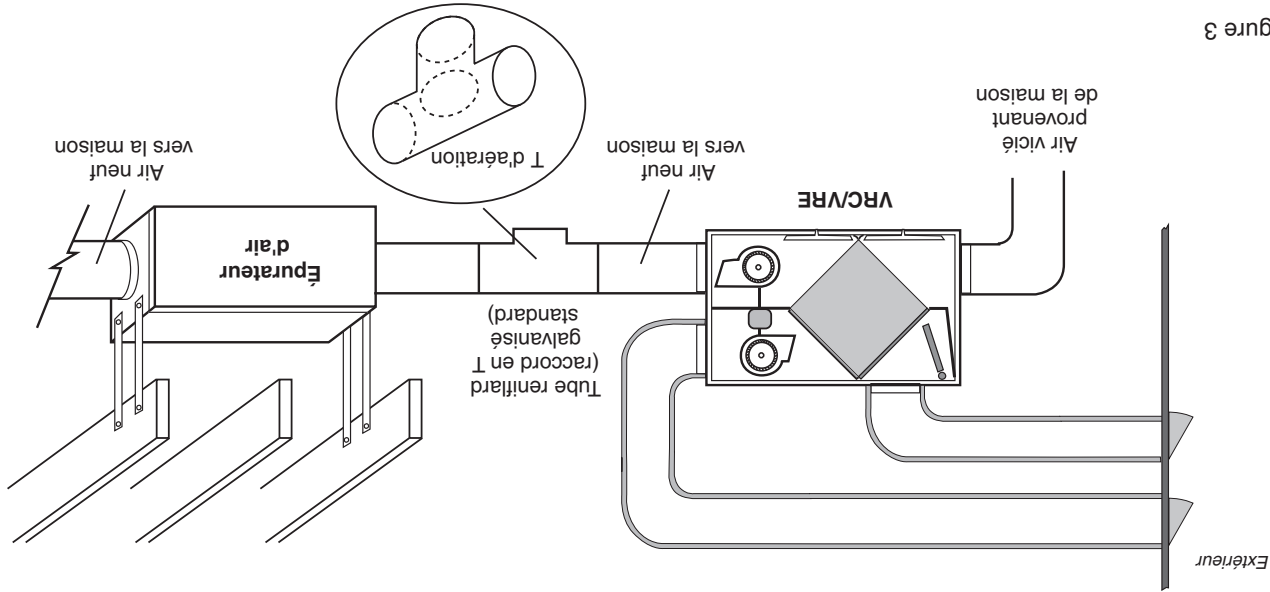

Figure 3
L'épurateur à PFT devrait être placé dans la canalisation principale de l'adduction d'air neuf vers la maison, après le ventilateur à récupération de chaleur (VRC) et avant toute canalisation secondaire (Fig. 3).
1. Pour une suspension verticale (Fig. 3), trouvez les boulons de montage (4) sur le côté du caisson de l'épurateur à PFT et ôtez-les.
1. Avec les huit (8) vis à tôle de 8/32 po x 3/8 po qui sont fournies, installez les deux (2) colliers de 7 po (fournis) sur le caisson de l'épurateur à PFT.
4. Sur les deux côtés de l'épurateur à PFT (Fig. 3), vous devez utiliser une courte pièce (1 à 2 pieds) de gaine flexible. Vous réduirez ainsi la transmission de la vibration ou du bruit, le cas échéant.